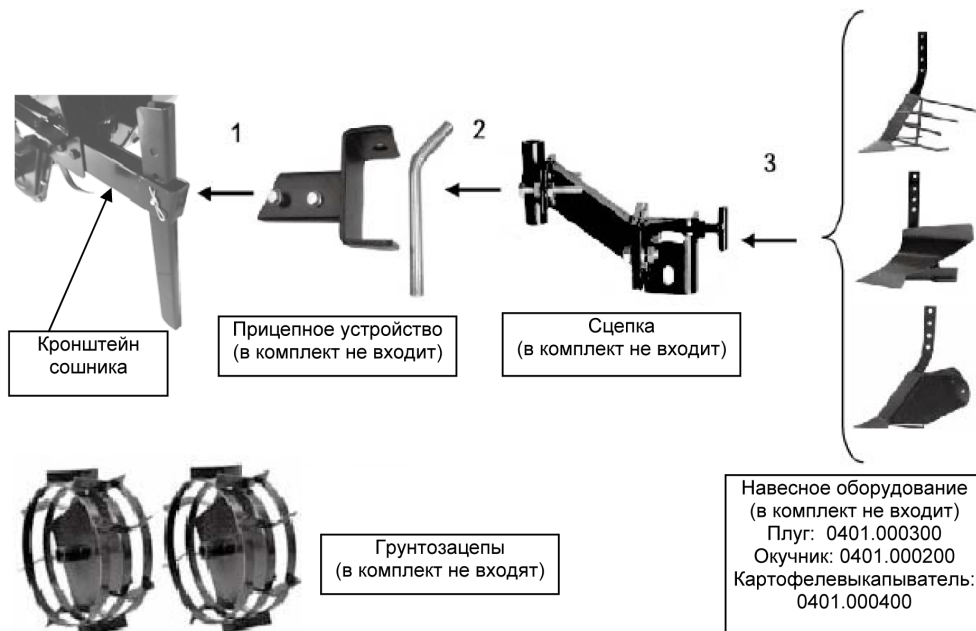

Рис. 13
1. Снять кронштейн сошника 6 (Рис. 3) с культиватора и установить на место кронштейна сошника прицепное устройство (Рис. 13).